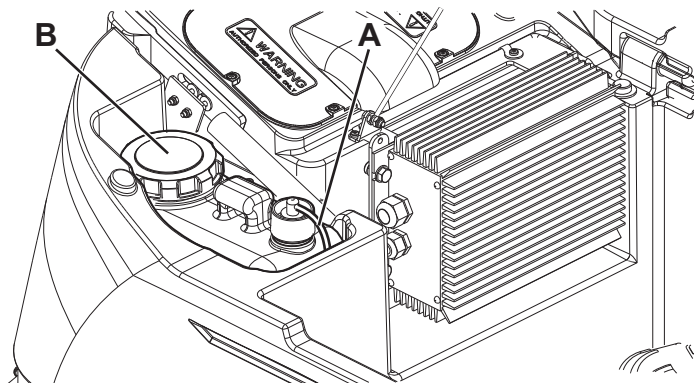

Figure 10
2. Ouvrir le couvercle (20) et vérifier que le réservoir de l'eau de récupération (19) soit vide. Dans le cas contraire, le vider au moyen du tuyau de vidange (24). Fermer le couvercle (20).
3. Soulever le groupe réservoirs (44) avec soin.
4. Dévisser le bouchon et déconnecter le tuyau (A, Fig. 10) du réservoir (B).
7. Reposer le réservoir (42) dans son logement comme indiqué dans la figure et le connecter au tuyau (A).